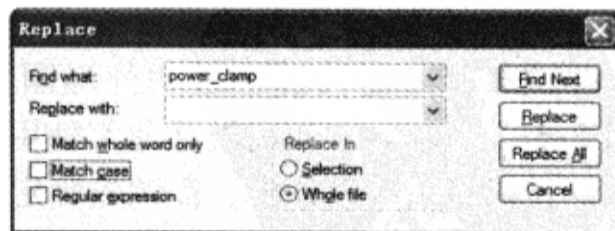

图 2-4-20 “Replace”对话框
(3) 注意关键词“VICurve”和下面的数据点，在 DML 格式没有提示哪一栏是最小、典型或最大，并且单位统一为伏特（V）和安培（A），最左边一栏列出了电压值，紧靠着这一栏右边的是典型电流值，下一栏是最小电流值，最后一栏是最大电流值。这些数据没有 IBIS 文件容易读取，所以需要查看 IBIS 文件中的这个模型试图找出 dmlcheck 警告的变化。
(4) 在“Physical View”栏双击 IBIS IOCell 模型 lsgx\_dhstl15c2\_out → 在编辑窗口单击鼠标右键 → 选择“Replace”，弹出“Replace”对话框 → 在“Find what”栏中输入“power\_clamp”，不选择“Match case”，如图 2-4-20 所示。